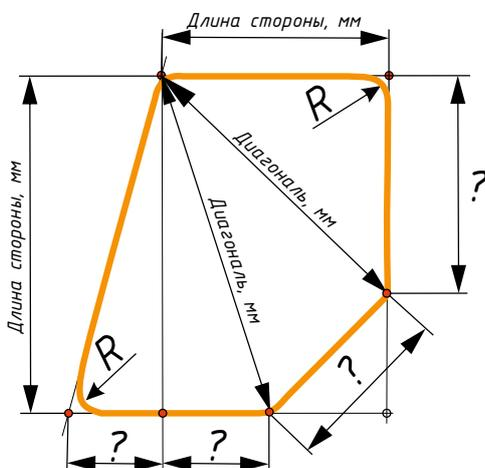

Рисунок 1 - Замер стекла
- При скругленных углах стороны измеряют как если бы стекло было с обычными углами, как до скругления (см. рис.1).